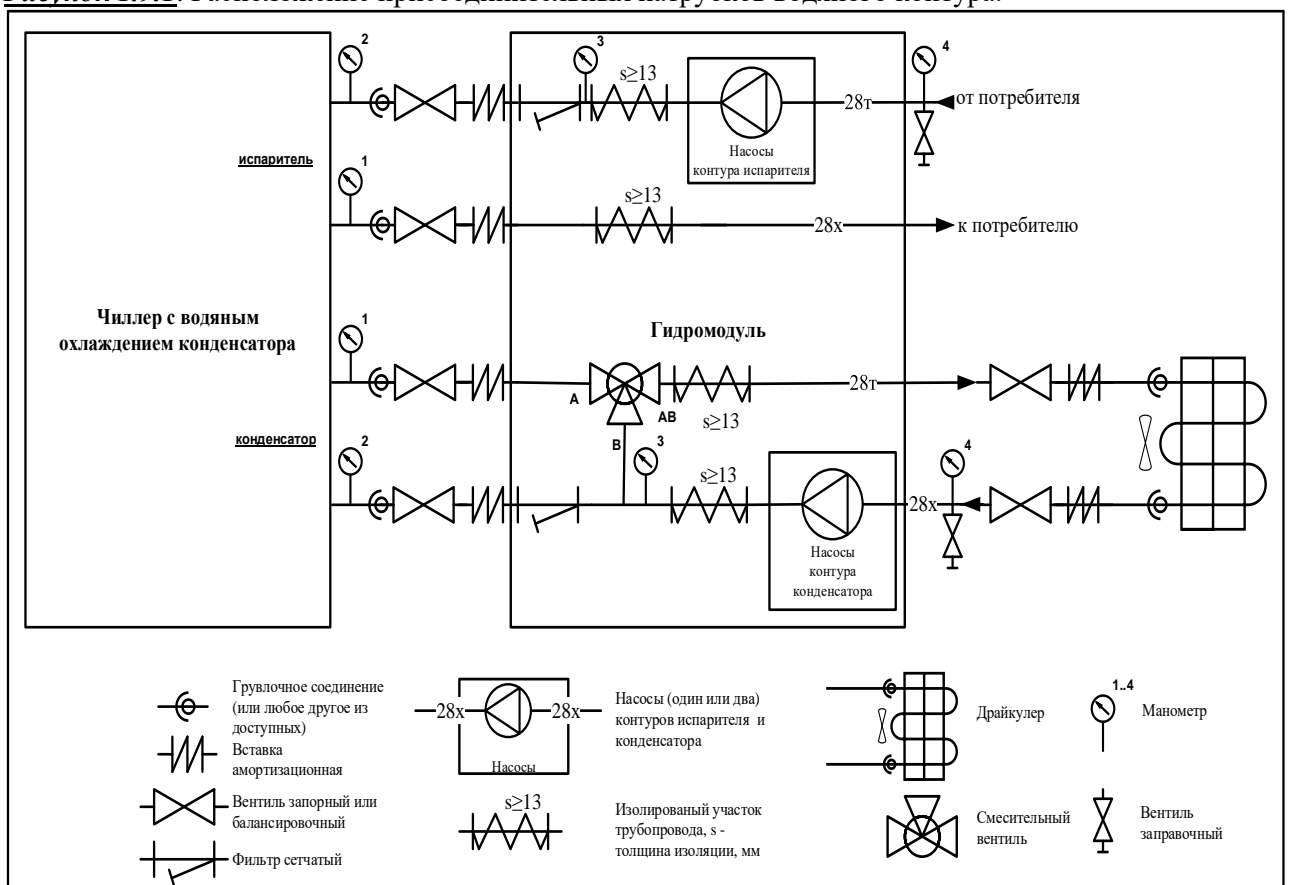

Рисунок 1.9.2. Схема принципиальная подключения чиллера, гидромодуля, драйкулера к гидравлической сети потребителя.
Поскольку при первом пуске чиллера полное гидравлическое сопротивление сети потребителей неизвестно, необходимо подобрать требуемый расход теплоносителя в контуре испарителя и контуре конденсатора раздельно с помощью балансировочных вентилей (см. рис. 1.9.2). В большинстве случаев регулировать расход теплоносителя в контуре конденсатора с помощью балансировочного вентиля нет необходимости, но в некоторых случаях (повышенный шум и износ труб, повышенное образование накипи) такая необходимость появляется.
- измерьте потерю давления в гидравлическом контуре испарителя и конденсатора (разница показаний манометров 1 и 2, смотри рис.1.9.2) и сетчатым фильтре (разница показаний манометров 2 и 3). Повторить измерения через два часа работы насоса. Если перепад давления вырос (разница показаний манометров 2 и 3), это означает, что сетчатый фильтр загрязнился, т.е. в теплоносителе присутствуют твердые частицы. Фильтр необходимо извлечь и очистить. Для этого закройте запорные вентили до и после фильтра, слейте теплоноситель из данной секции трубопровода, извлеките фильтр, очистите его и установите;